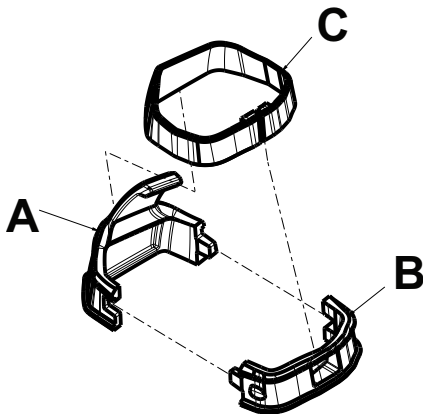

Figura 35 – Componentes del gancho i.v.
2. Haga coincidir las pinzas de acoplamiento (A y B) y sujete las dos piezas del gancho i.v. en la barra de agarre (Figura 35).
3. Deslice el anillo del gancho i.v. (C) alrededor de la barra de agarre y las dos piezas del gancho i.v. (Figura 35).